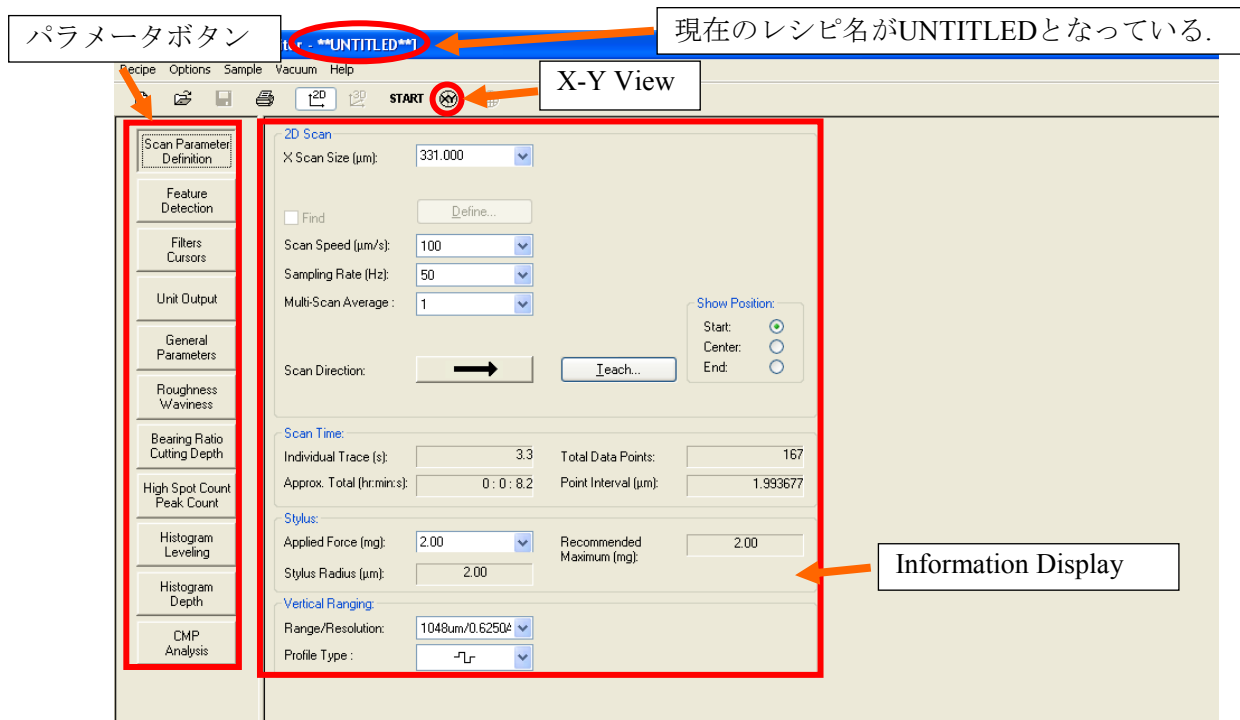
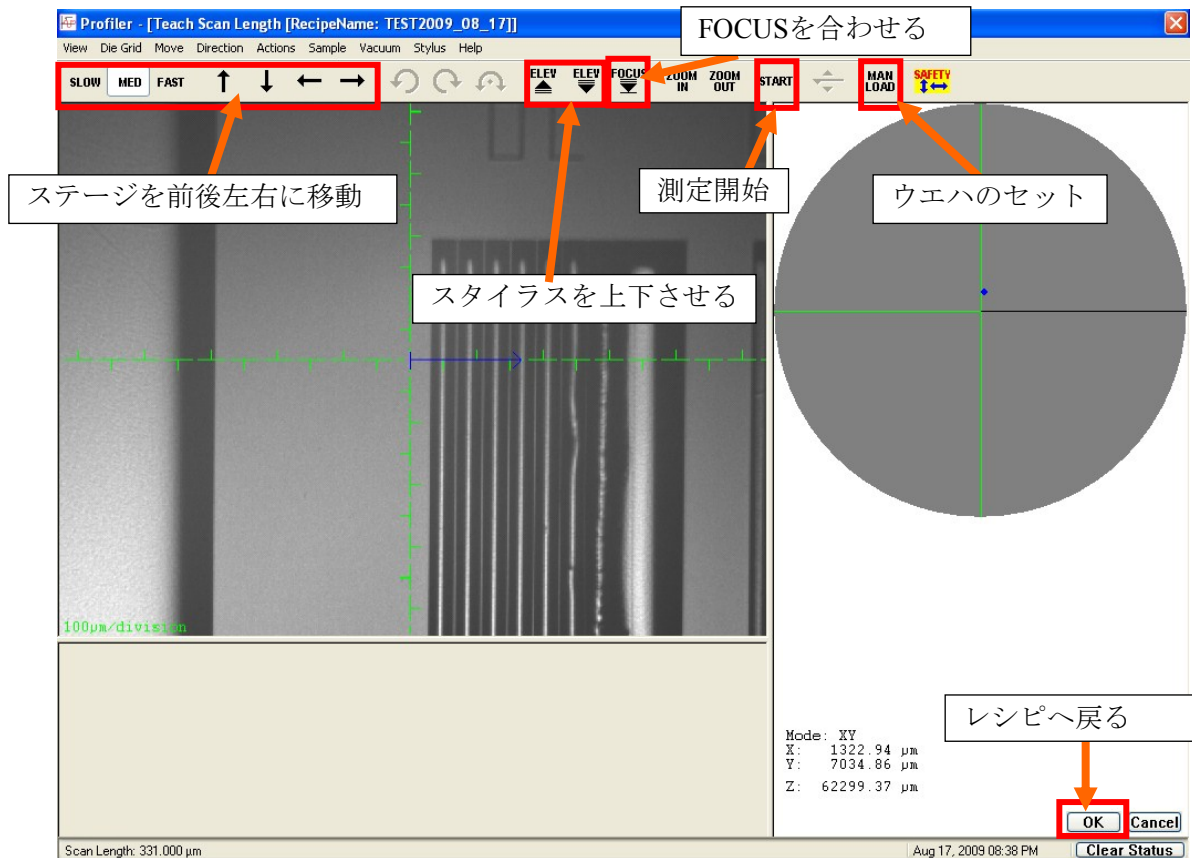

図4
図5 X-Y View, Teach Scan Length画面
11. Recipe Editor画面が開く(図4).
Teach...	<p>Teach Scan Length画面 (図5)が表示される.</p> <p>1. MAN LOADをクリックするとステージが手前に来るので、ドアを開け、ウエハサンプルをステージの上にセットし、ドア内側の左端についている真空スイッチSTAGE VACをONし、サンプルをステージに固定、再度MAN LOADでステージが測定ヘッドの下にくる(ステージが移動する際、ドアが開けたり、振動させたりするとインターロックエラーとなる)。</p> <p>2. ↑↓←→でステージを移動し、FOCUSで焦点を合わせる.</p> <p>FOCUSを合わせた状態でステージを移動させる場合、ELEVでスタイラス保護のため、スタイラスを上げて移動させることが望ましい.θ方向のウエハステージの回転はドアを開けてステージ下のバーで調節するが、この際ELEVでスタイラス保護のため、スタイラスを上げて行うことが望ましい.</p> <p>この画面でスキヤンの開始位置、中心位置、および終了位置を設定できる。X-Y View画面の右のステージ画面で大体の測定場所をクリックして移動し、詳細は左のビデオ部分で設定する.Show Positionでの設定通り、例えばStartを選択している場合、マウスでクリックした場所が画面の中心(クロスヘアカーソルの中心)となり、そこが開始位置(Start)となり、Scan Directionで設定した方向にX Scan Sizeで指定した距離、矢印が表示される.</p> <p>Teach Scan Length画面が表示されているとき、ビデオ画面内の新しい距離をドラッグすることによりスキヤン距離を変更できる.</p> <p>右下OKをクリックするとRecipe Editor画面に戻る.</p>
17. レシピが作成できたので測定に入る。Recipe Editor画面 (図4)で、X-Y Viewをクリックすると X-Y View画面が開く(図5)ウエハが既にセットされ測定箇所が設定されている場合は20番へ。
27. 図5のビデオ画面を保存する